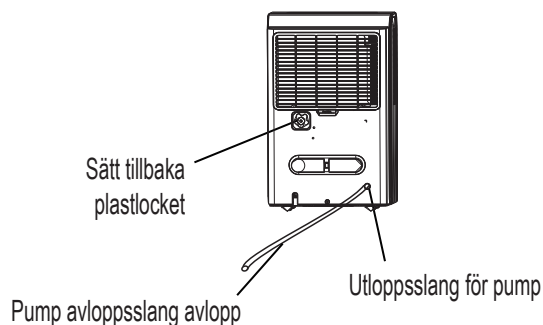

Fig. 11
- Ta bort den kontinuerliga dräneringsslangen från enheten och sätt på platslocket på enhetens uttag för kontinuerlig dränering, genom att vrida medurs. (Se Fig.11.)
- Sätt tillbaka pumpens avloppsslang i pumpens avloppsslanguttag med minst 15 mm djup (se Fig. 11), led sedan vattenslangen till golvavloppet eller en lämplig dräneringsanläggning.